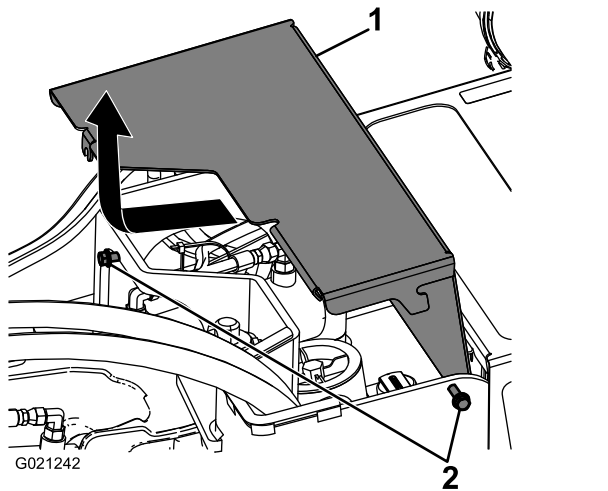

図 24
3. 前カバーを機体に固定しているボルト2本をゆるめる 図 24。
4. カバーを前方に少しずらし、そこから持ち上げて機体から取り外す 図 24。
5. 前カバーを取り付ける時はセットし、先ほど取り外したボルト2本で機体に固定する (図 24)。